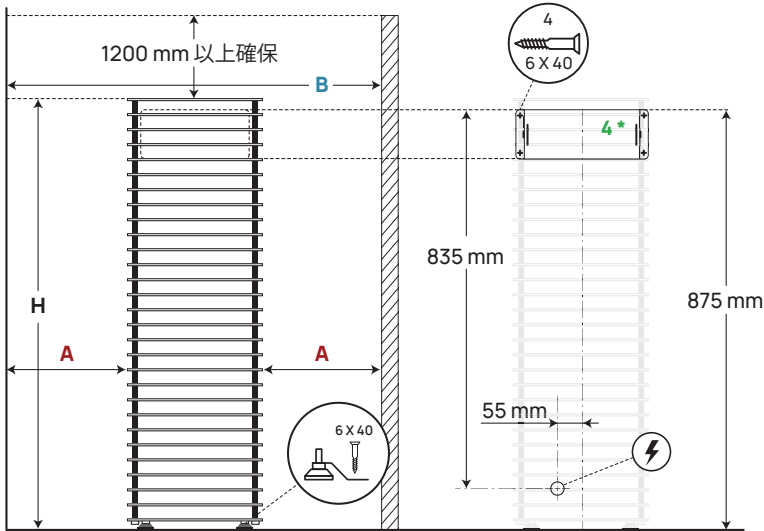

図1 サウナヒーターの設置位置
- サウナヒーターの設置場所には、離隔距離が確保されていますか？サウナヒーター設置の際の、サウナ室の天井および壁との離隔距離については、**表 1**、**図 1** をご参照ください。
- ・ HUUM CLIFF 6、9、11各モデルは、同梱のブラケットを使って床に固定します。図1にのらって、ブラケットをサウナヒーターの脚に取り付け、適切なネジで床の構造に固定してください(最低6×40mmのねじを推奨)。
- ・ HUUM CLIFF Mini 4 は、同梱の壁掛けプレートを使って壁に固定してください。図1をご参照ください。